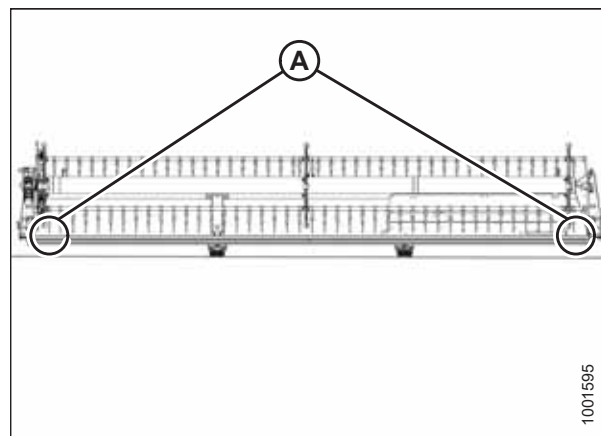

Figura 4.262: Locațiile de măsurare în cazul FlexDraper® – Rabator simplu
- Hedere cu rabator simplu: Figura 4.262, pagina 441